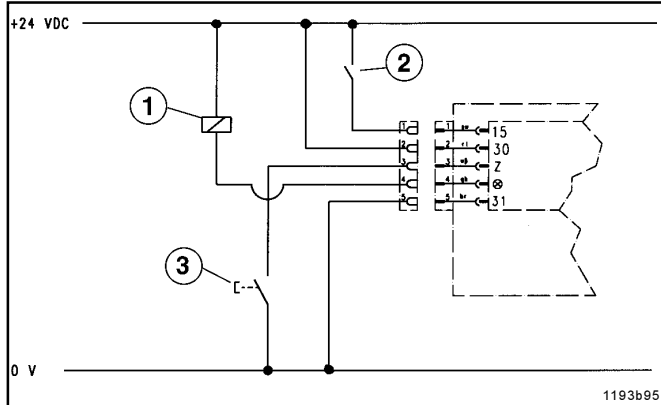

Abb. 1 - Versorgungsspannung und Maschinenkontakt
- Der Maschinenkontakt (Fremdkontakt) wird für die Ansteuerung in Abhängigkeit von Nebenaggregaten oder Nebenantrieben, usw. genutzt, siehe Abb. 1.